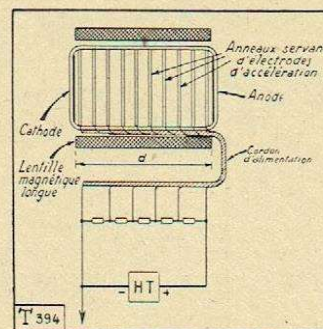

Fig. 4.
- 2° La surface émissive et l'écran fluorescent sont à une distance de quelques dizaines de centimètres (fig. 4). Nous devons alors diviser uniformément la tension d'accélération à l'aide d'anneaux d'argent ou d'aquadag obtenus par déposition à l'intérieur de l'ampoule. Ces anneaux sont portés à l'aide d'un diviseur de tension à résistances extérieur à des potentiels progressivement croissants de gauche à droite de la figure. Pour former l'image sur l'écran nous utilisons alors une longue bobine de concen-